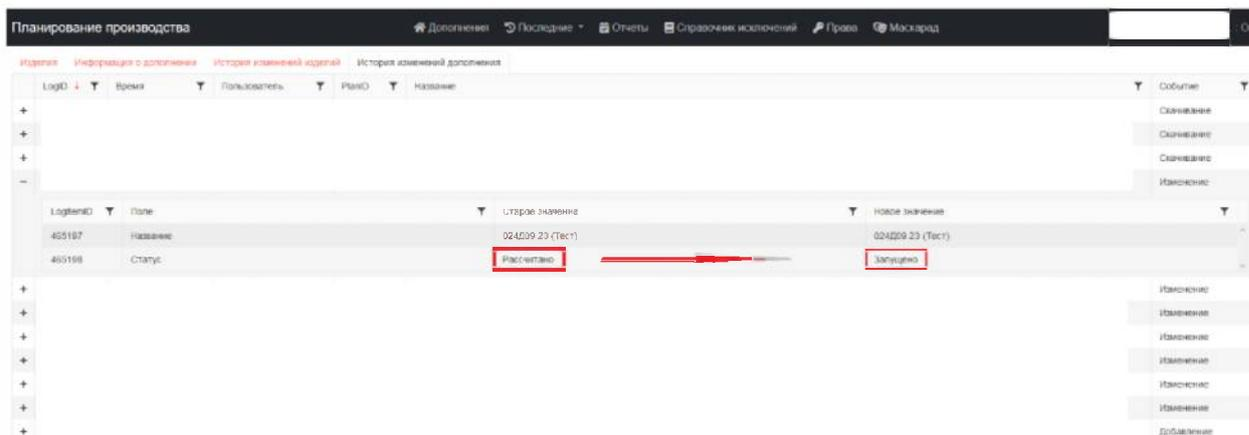

Рисунок 74 – Вкладка «История изменений дополнения»
– вкладка «История изменений дополнения» (рис. 74) – отображаются все изменения, происходящие с дополнением.